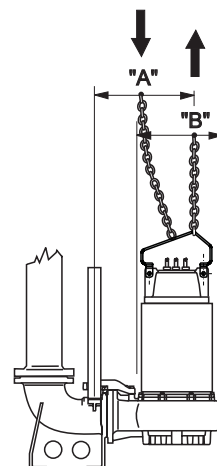

Fig. 2
- 1.5. - Volendo estrarre l'elettropompa dalla propria sede occorre innanzitutto disconnettere i cavi elettrici dal quadro di comando ed operare il sollevamento come indicato a pag. 10 (Fig.2). Lavare con getto d'acqua pulita esternamente ed internamente l'elettropompa da ogni possibile residuo del liquido pompato avendo cura di usare occhiali antinfortunistici, guanti in gomma, mascherina e grembiule impermeabile.